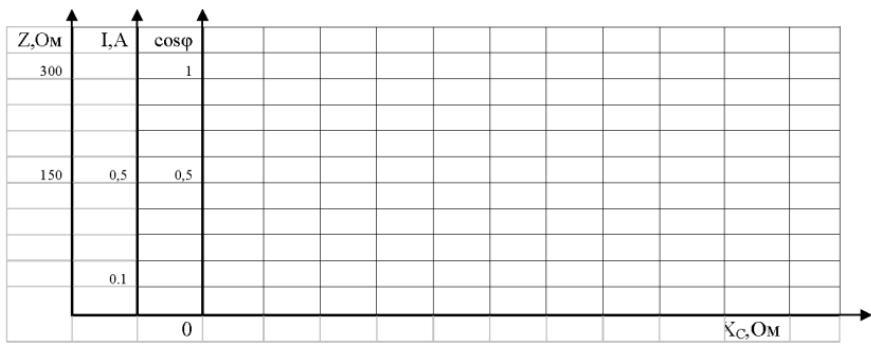

Рис. 2
- 1) $Z(X_C)$, $I(X_C)$, $\cos \phi(X_C)$ в общих осях координат (рис. 2);